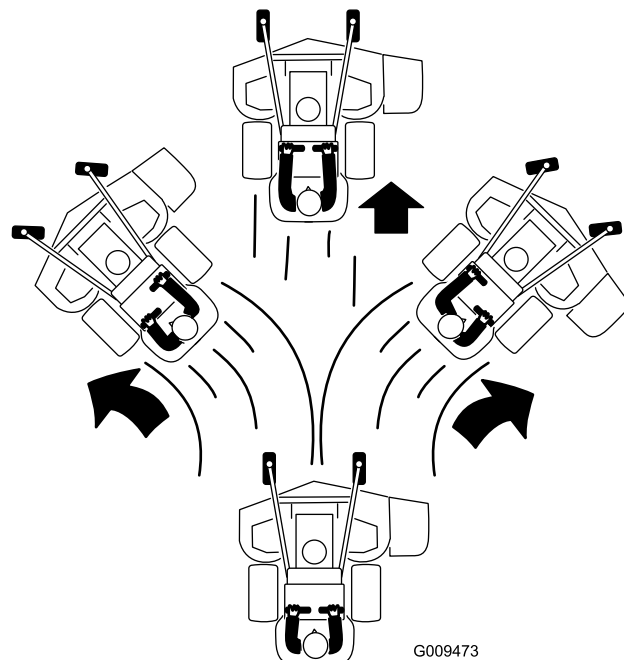

図 22
4. 走行コントロールレバーをゆっくりと前に倒す **図 22**。